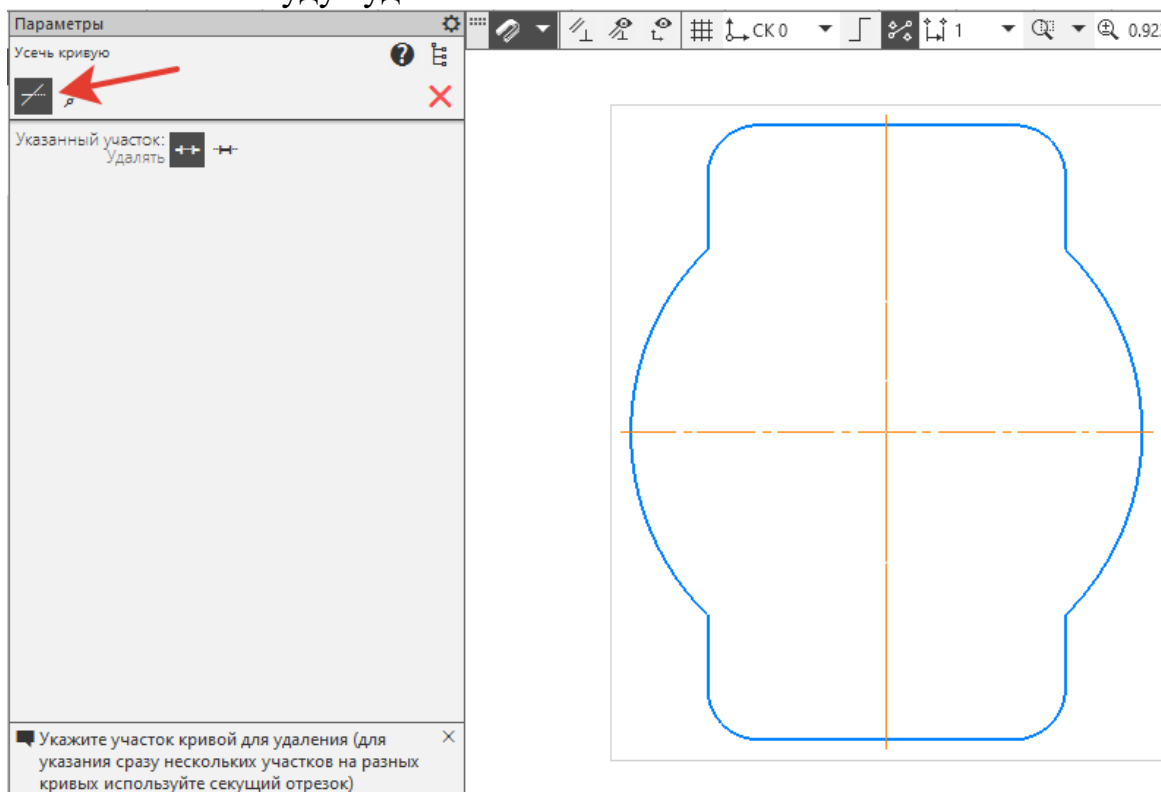

Рисунок 15.
8. Выберите на инструментальной панели **Правка** команду  **Усечь кривую**. Щелкните на лишних участках линий левой кнопкой мыши (рисунок 15). Лишние линии будут удалены.